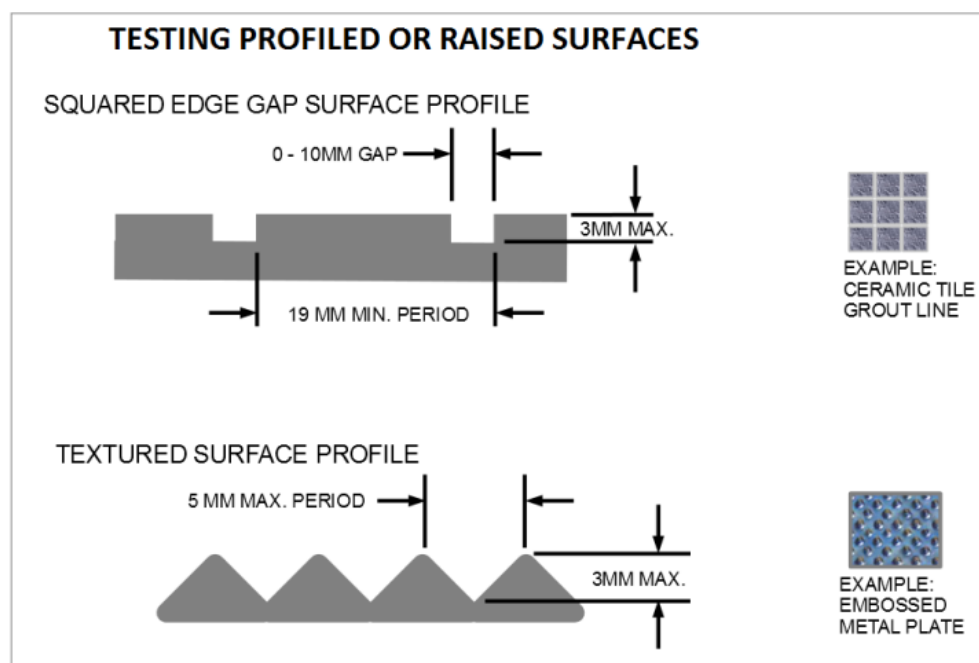

Figure 10
- 许多类型的纹理或异形地板都可以测试，然而，偶尔会有一些非常具有挑战性的表面，这些可以是格栅，压花金属板，马赛克，瓷砖，经常在池子，水疗中心，露台，坡道等处发现的随机或图案纹理表面。参照图 10 的限制示例。